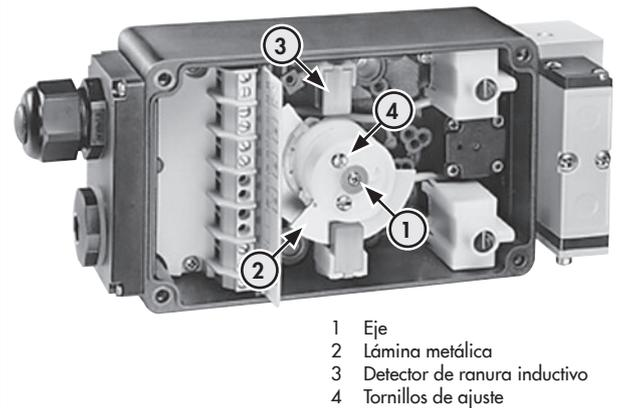

Fig. 2: Detectores de ranura inductivos
El final de carrera con detectores de ranura inductivos (fig. 2) tiene como máximo tres láminas metálicas (2) ajustables en el eje (1). Cuando la lámina se encuentra dentro del campo magnético del detector de ranura (3), éste se atenúa y la salida tiene una alta resistencia (función de conmutación "contacto abierto"). Cuando la lámina metálica (2) se encuentra fuera del campo magnético, el detector de ranura (3) no se atenúa y la salida tiene una baja resistencia (función de conmutación "contacto cerrado"). Las láminas se ajustan a través de los tornillos de ajuste (4) a un punto de conmutación entre 0 y 180°.